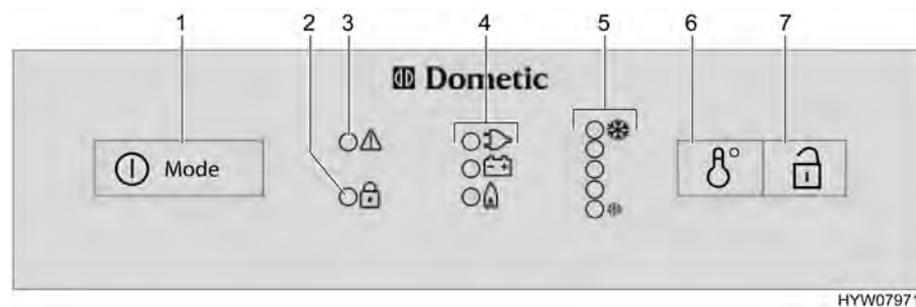

Fig. 158 Elementi di comando per il frigorifero (serie Dometic 8 con SMSE)
- Premere l'inseritore/selettore di energia (Fig. 158,1) per 2 secondi, per accendere l'apparecchio. Il LED dell'ultima modalità di funzionamento prescelta si accende.
- Eventualmente premere più volte e brevemente l'inseritore/selettore di energia (Fig. 158,1), fino a quando l'indicazione di funzionamento GAS "🔥" si accende. L'alimentazione del gas è ora aperta. L'accensione avviene automaticamente. È udibile un ticchettio fino a quando procedura di accensione non è stata portata a termine.
- Impostare la temperatura di refrigerazione con l'interruttore per la regolazione della temperatura (Fig. 158,6).
- Premere l'inseritore/selettore di energia (Fig. 158,1) per 2 secondi, per accendere l'apparecchio. Il LED dell'ultima modalità di funzionamento pre-scelta si accende.
- Eventualmente premere più volte e brevemente l'inseritore/selettore di energia (Fig. 158,1), fino a quando l'indicazione di funzionamento a 230 V "⚡" si accende.
- Eventualmente premere più volte e brevemente l'inseritore/selettore di energia (Fig. 158,1), fino a quando l'indicatore di funzionamento a 12 V "+-" si accende.